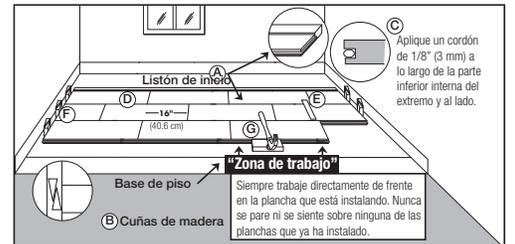

Figura 13
- No aplique pegamento en el lado de la ranura en este momento (artículo C, figura 13). Los productos con la lengüeta terminal en la izquierda se deben instalar de derecha a izquierda, y las lengüetas opuestas deben ir de izquierda a derecha. (Artículo D, figura 14) Si se utilizó un tablero provisional NO pegue la primera hilera a este.
- Finalice la primera hilera. Corte el último tablero dejando un espacio de 1/2" (13 mm) entre la pared y el piso. Utilice el extremo restante del tablero cortado como pieza de inicio para cualquier hilera que siga a la tercera hilera. Coloque una cuña en el extremo del tablero entre el revestimiento de piso de madera dura y la pared, permitiendo un espacio de expansión de 1/2" (13 mm). Evite la instalación de tableros con menos de 16" (40.6 cm) en las primeras cuatro hileras. (Artículo F, Figura 13)
- Utilice una barra de tracción para halar el último tablero en su lugar desde el extremo opuesto. Coloque cuñas en la separación y ajuste (Artículo B, Figura 13).
- Corte o use una pieza más corta para el primer tablero de la segunda hilera. Comience la segunda hilera aplicando un cordón de 1/8" (3 mm) por la parte inferior interna del extremo y el lado de la ranura del tablero nuevo. Coloque el primer tablero de la segunda hilera. Aplique un cordón de pegamento en la parte inferior interna del extremo y el costado de la ranura del tablero siguiente e instale. Cuando instale los tableros juntos, use un bloque de impacto contra la lengüeta, no contra la ranura (Artículo G, Figura 13). Golpee ligeramente los tableros en su lugar con un martillo sobre el bloque de impacto. NO golpee en el borde directamente con el martillo. Finalice de la segunda a la cuarta hileras utilizando esta técnica. Inserte cuñas en los extremos según sea necesario, para restringir el movimiento del piso.